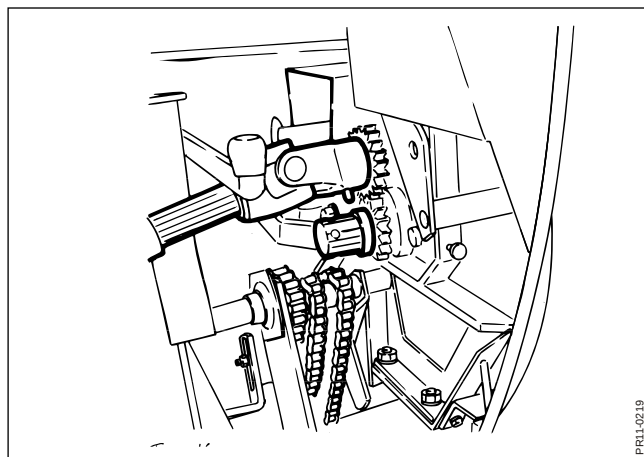

Fig. 5-3
- Fig. 5-3** 3. Kraftöverföringsaxeln för rotorn sätts på tapen för motsatt rotationsriktning för rotorn.